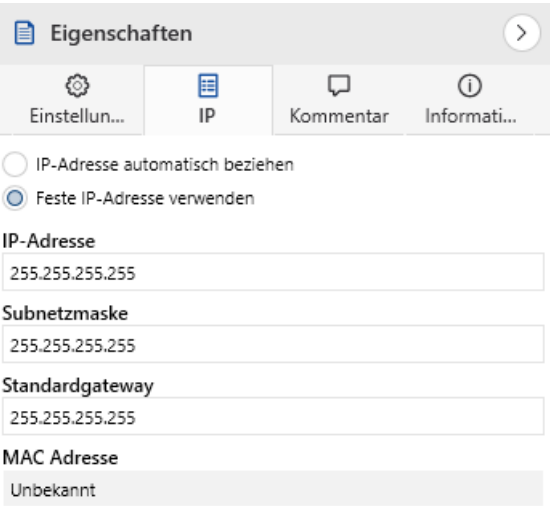

Abbildung 21: IP-Einstellungen
- 3. Die zur Verfügung stehenden Auswahlmöglichkeiten finden Sie in Abbildung 21 und in der Tabelle 12 "Einstellungen zur manuellen IP-Adressen-Eingabe oder zum automatischen Bezug" auf S. 35.